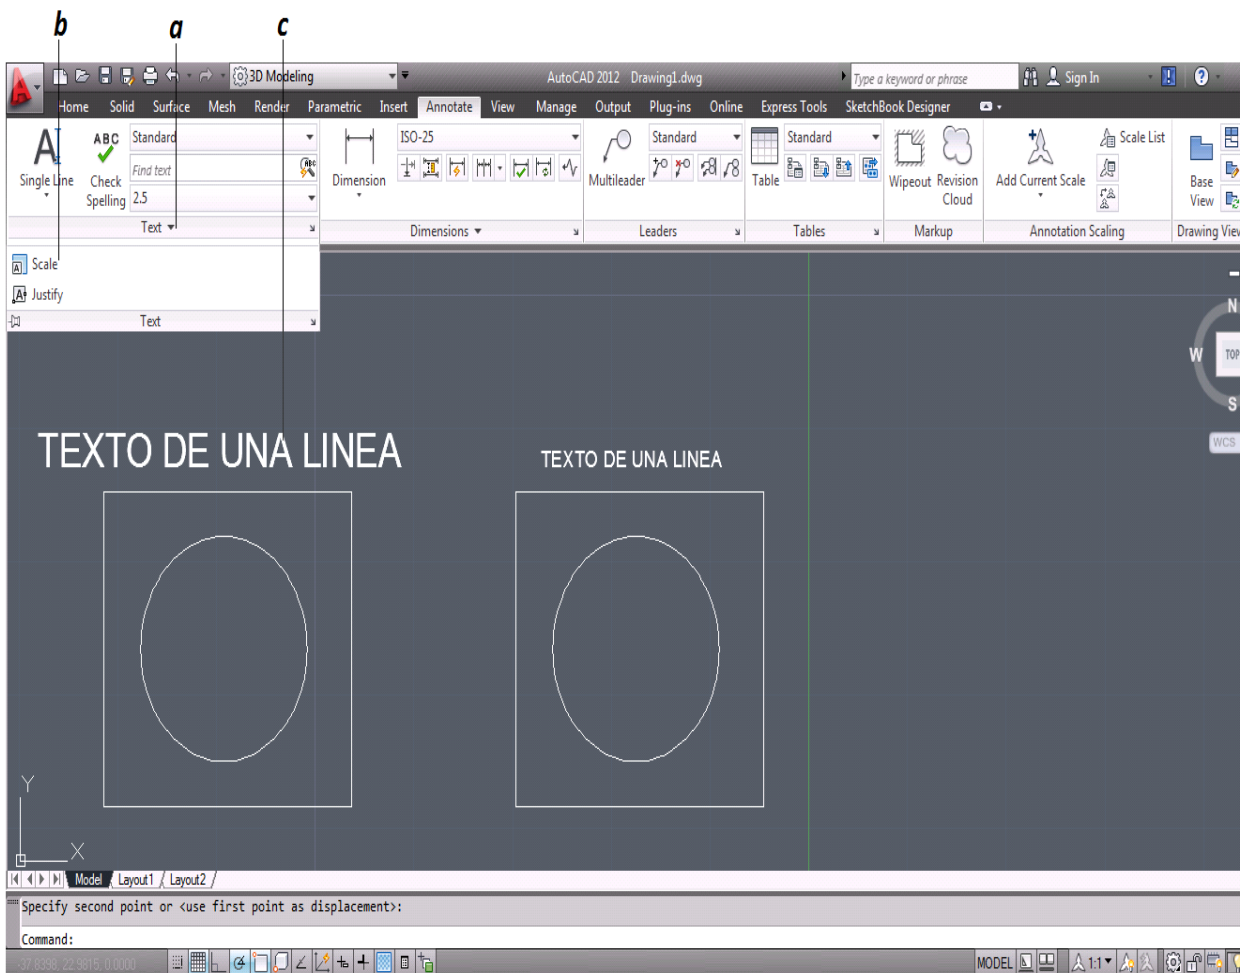

Figura 3.62 Texto “Justidicacion”
- a. Se selecciona la flecha Texto [Text] en el grupo Anotacion [Annotate] para desplegar las opciones (figura 3.62).
- b. Se selecciona la opción Justificación [Justify] para activar el comando (figura 3.62).
- c. Se selecciona el texto a Justificar y se da enter (figura 3.62).
- d. Se ingresa M para indicar la nueva justificación (figura 3.62).